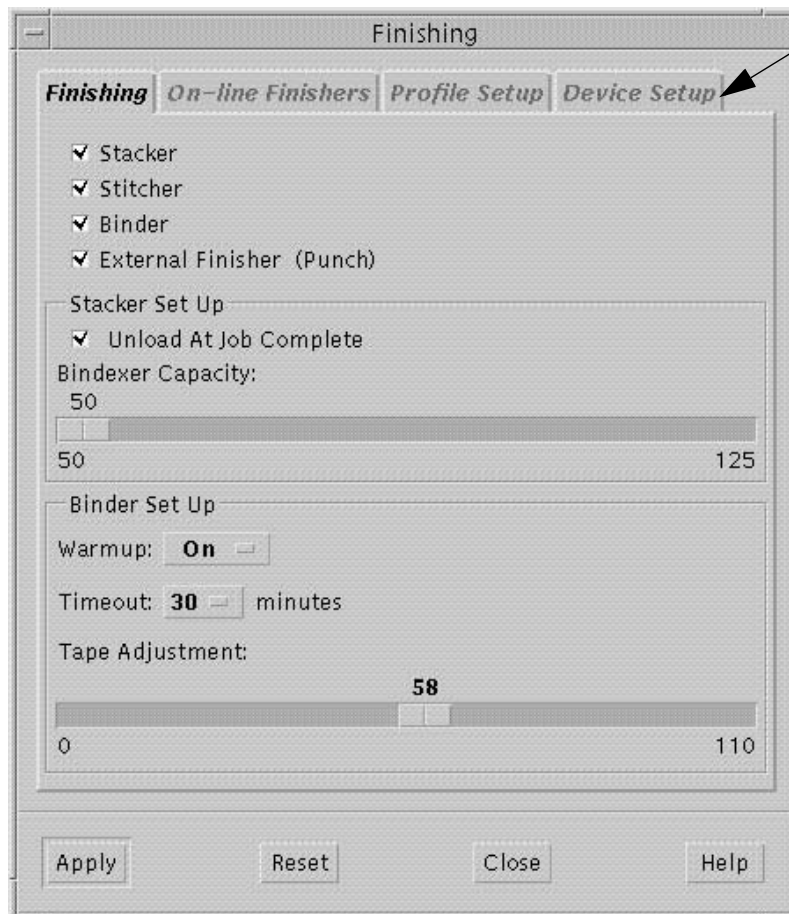

Figure 1-6: L'onglet Device Setup dans la fenêtre Finishing
La fenêtre Finishing s'affichera, voir Figure 1-6.
- 3 Cliquez sur **Device Setup Tab** (Onglet Paramétrage du dispositif), voir Figure 1-6.